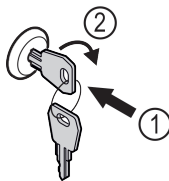

Fig. 169
- ▶ Klíč zasuňte dovnitř. Fig. 169 (1)
- ▶ Otáčejte klíčem o 90° ve směru hodinových ručiček. Fig. 169 (2)